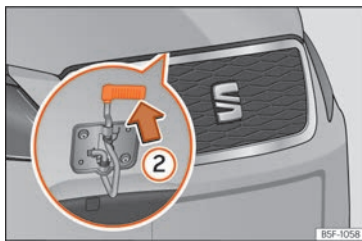

Fig. 14 Leva bajo el capó.
- Para levantar el capó haga presión hacia arriba sobre el saliente situado debajo del capó »» **fig. 14 2**. El gancho de sujeción queda desbloqueado.